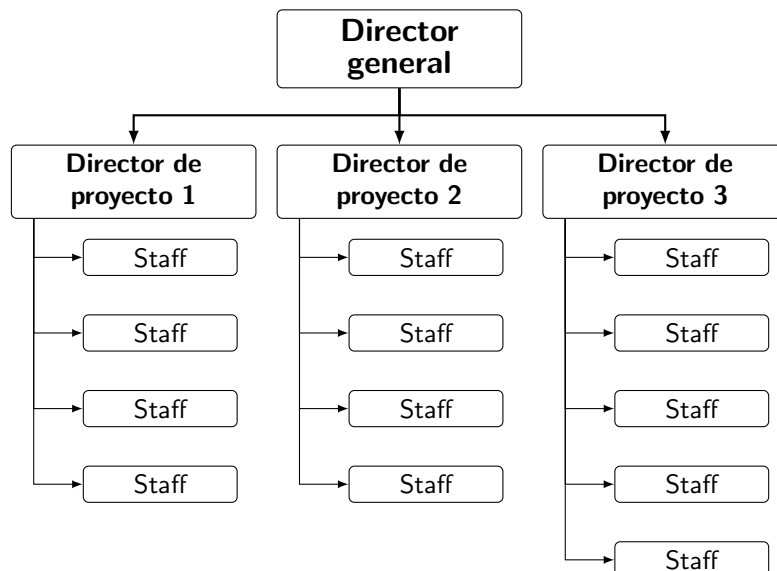

Figura 1.8: Ejemplo de organización proyectizada
- Proyectizadas.** Agrupa a todo el personal que trabaja en un proyecto concreto. Los miembros del equipo del proyecto suelen estar juntos y bajo la autoridad directa del director del proyecto durante la duración del mismo. El director de proyecto tiene una **autoridad casi total** sobre los miembros de su equipo en la estructura proyectizada. Realiza las asignaciones y dirige las tareas de los miembros del equipo; controla el presupuesto del proyecto; lleva a cabo las evaluaciones de rendimiento y aprueba los aumentos, bonificaciones y vacaciones de los miembros del equipo y de los miembros del equipo. En la Figura 1.8 se ve que en los proyectos 1 y 2 están trabajando 4 personas, mientras que en el proyecto 3 hay 5 empleados.